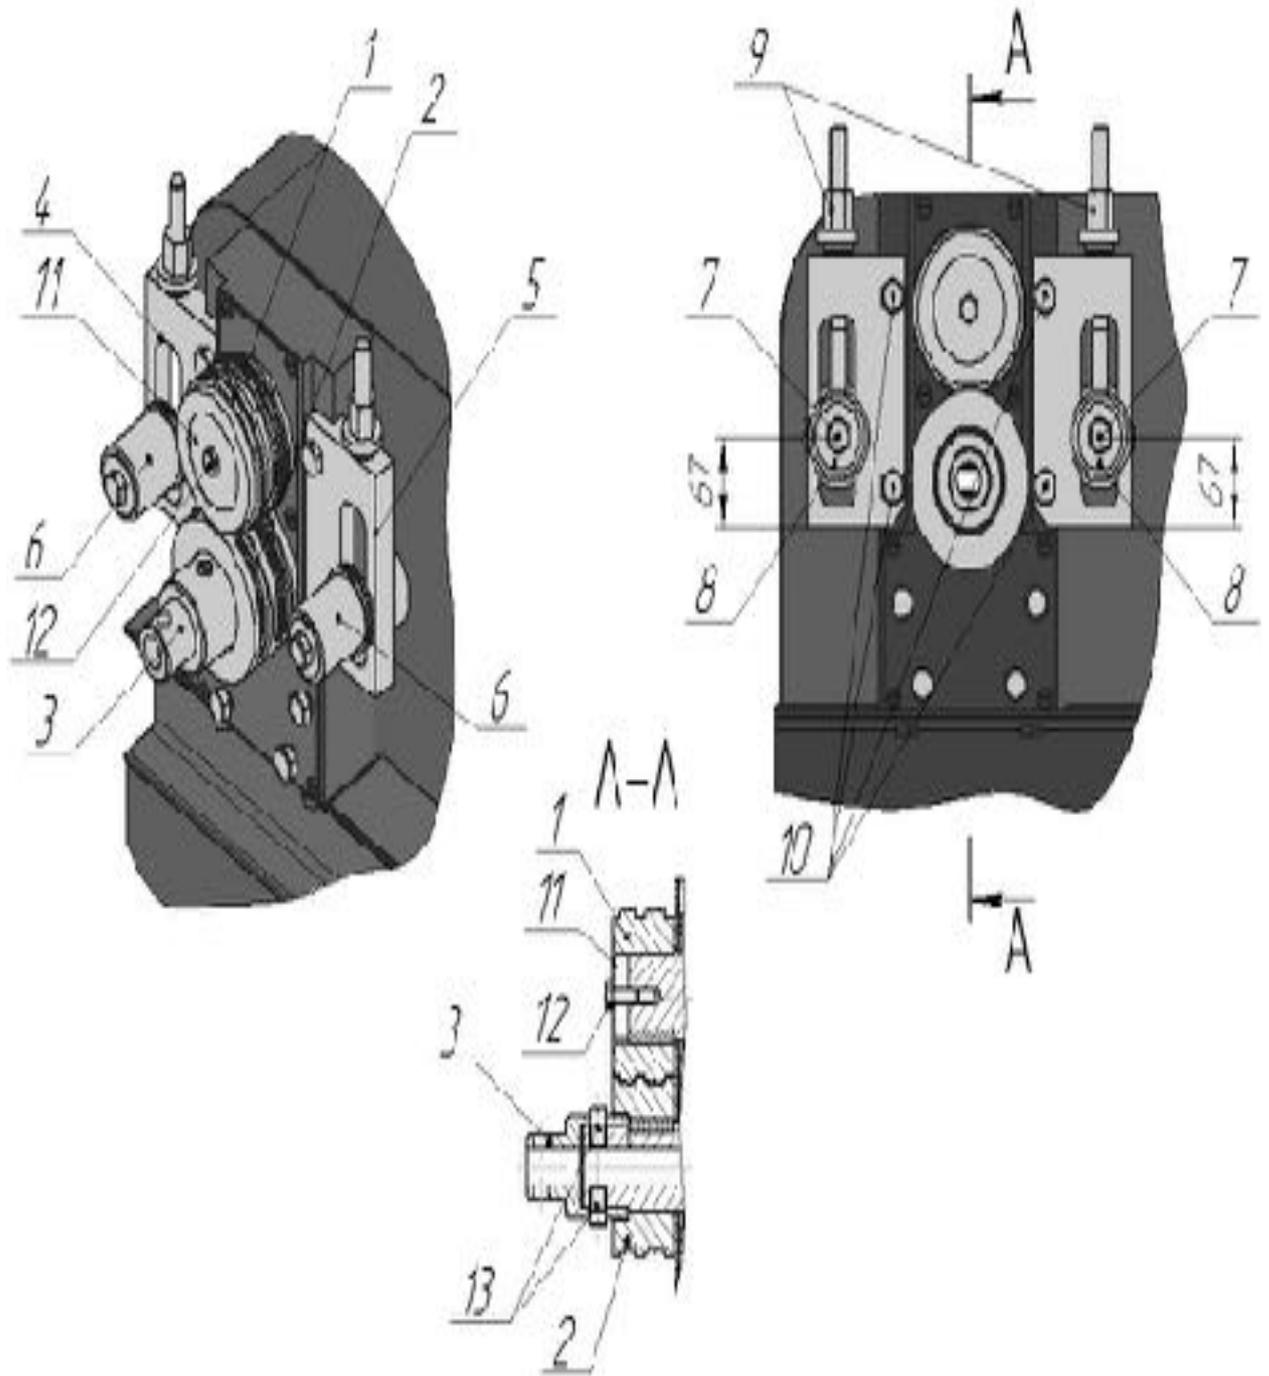

Рис.6 Монтаж дополнительных приспособлений для операции по усилению полосы (изготовление заготовок для хомутов).
2. Произвести монтаж дополнительных приспособлений рис.6.